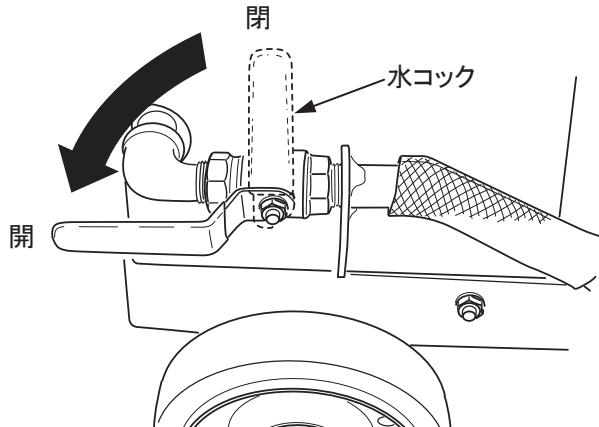

図 45
4. 水コックを開けて水タンク内の残った水を捨てます。(図45)